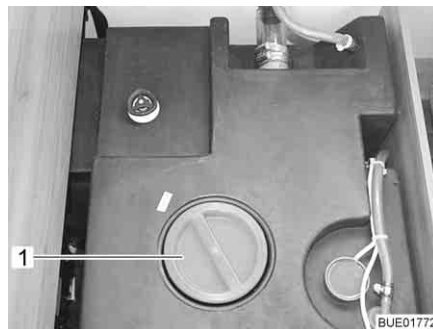

Bild 179 Reinigungsöffnung Wassertank
- Verschlussdeckel (Bild 179,1) des Wassertanks abnehmen.